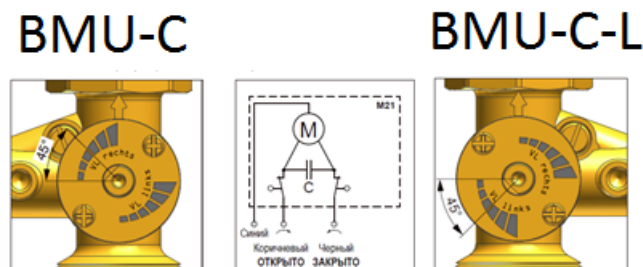

Рисунок 5
1. Повернуть регулировочную ручку клапана, до позиции 45, см. Рисунок 5